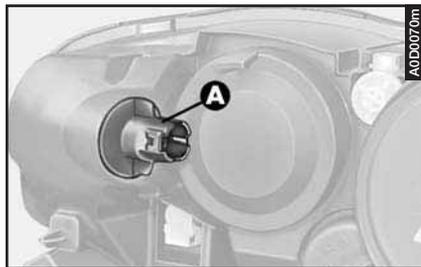

fig. 35
– Ruotare in senso antiorario e sfilare il portalampada (**A-fig. 35**), senza staccare il connettore.